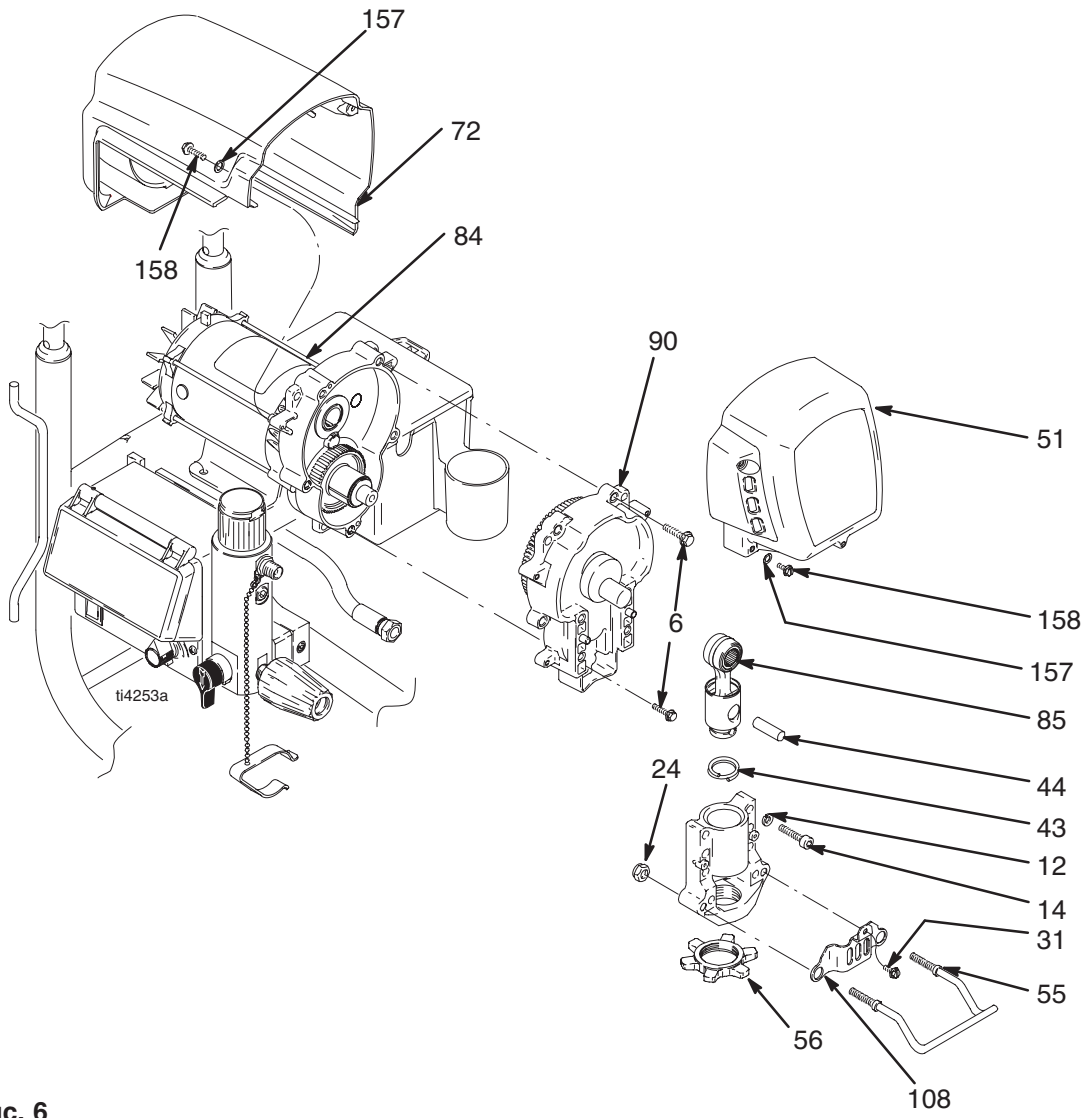

Рис. 6
- Отверните винт (31), две гайки (24), крючок для емкости (55) и крышку насосной штанги (108).
- Снимите насос (91); **Замена поршневого насоса**, стр. 20.
- См. Рис. 6. Отверните два винта (158) и снимите кожух (72).
- Отверните четыре винта (158) и снимите переднюю крышку (51).
- Отверните четыре винта (14) и снимите шайбы (12) для демонтажа корпуса подшипника (83) и шатуна (85).
- Отверните четыре винта (6) и выдвиньте корпус привода (90) из мотора (84).
- Рис. 6. Задвиньте корпус привода (90) в мотор (84) и закрепите пятью винтами (6). Затяните с усилием 190-210 дюймов-фунт (21 -23 Нм).
- Установите корпус подшипника (83) и закрепите его четырьмя винтами (14) с шайбами (12). Усилие затяжки 25-30 футов-фунт (34-40 Нм).
- Установите переднюю крышку (51) и закрепите ее четырьмя винтами (31).
- Установите кожух (72) при помощи двух винтов (31).
- Установите насос (41). **Замена поршневого насоса**, стр. 20.
- Установите крышку насосной штанги (108) и крючок емкости (55), закрепите одним винтом (31) и двумя гайками (24).